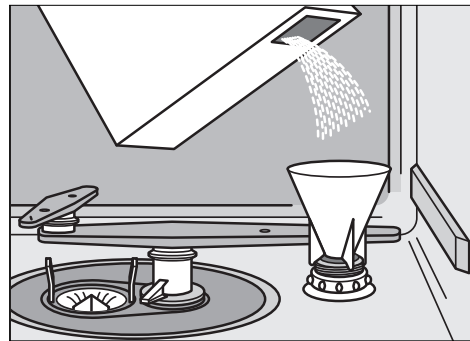

Abb. 3
- Den Deckel des Salzbehälters – entgegen dem Uhrzeigersinn – aufschrauben. Den mitgelieferten Trichter auf den Behälter stellen (siehe Abb. 3). Vor Ingebrauchnahme des Geschirrspülers ein Liter Wasser und danach 1,5 kg Salz in den Behälter geben. Eventuell verschüttete Salzreste sorgfältig entfernen und den Deckel fest zudrehen.